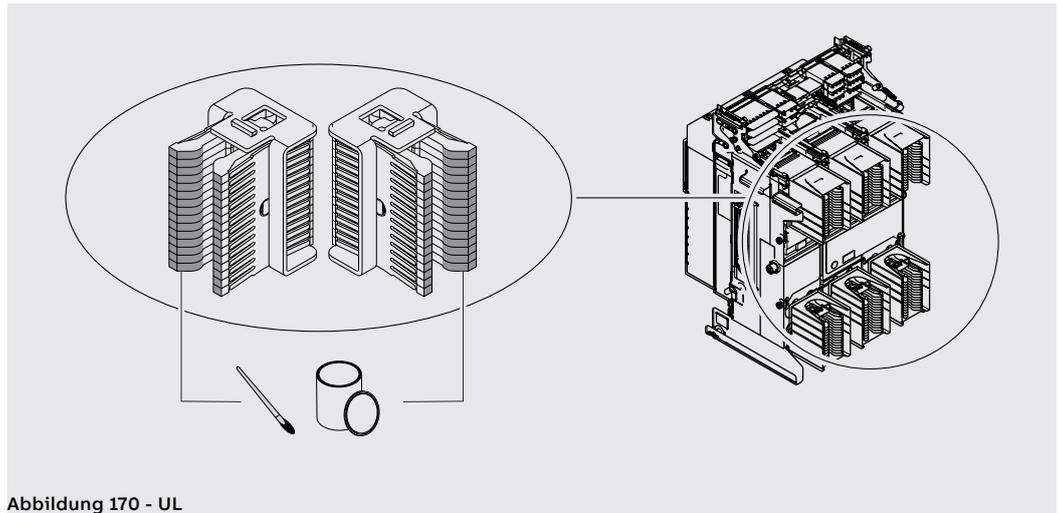
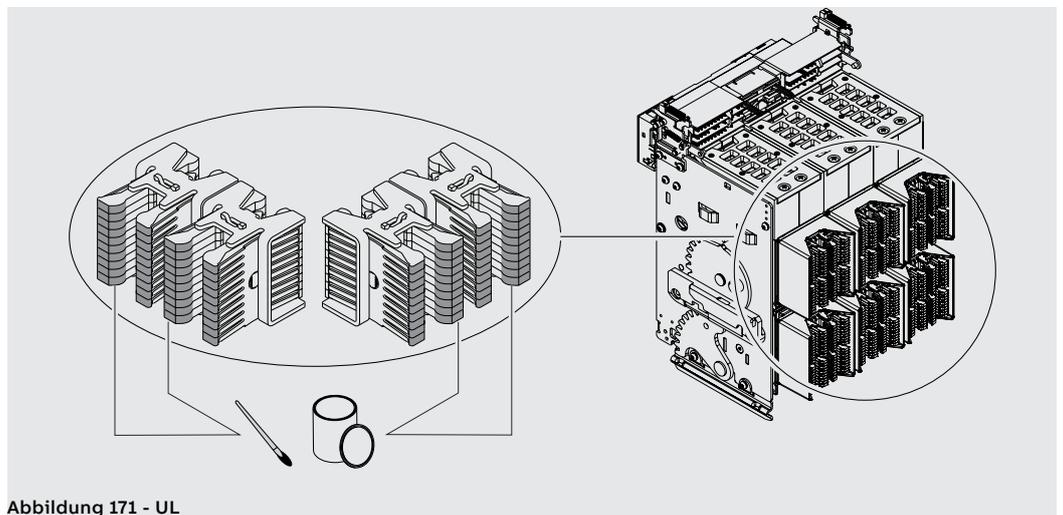

Abbildung 170 - UL
Abbildung 171 - UL
- Die Klautrennkontakte an den gezeigten Stellen mit Fett Mobilgrease 28 schmieren (EXXON MOBIL) (Abbildung 170 - UL für E1.2; Abbildung 171 - UL für E2.2, E4.2 und E6.2).